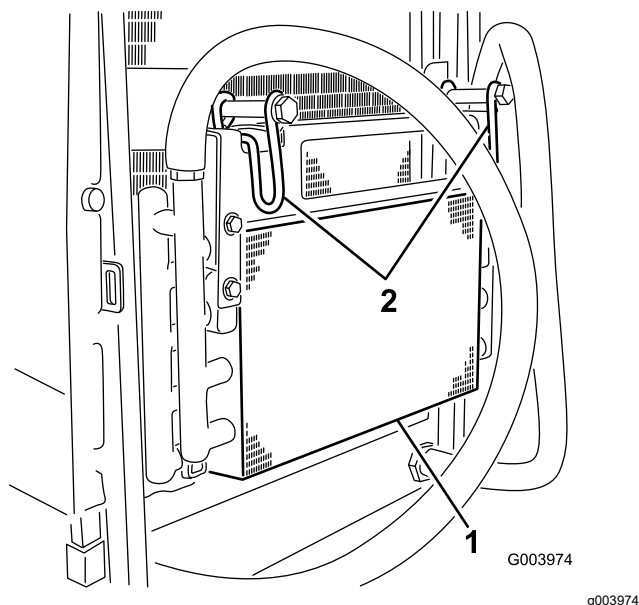

Рисунок 105
7. Поверните 2 защелки маслоохладителя внутрь и отклоните маслоохладитель (Рисунок 105).